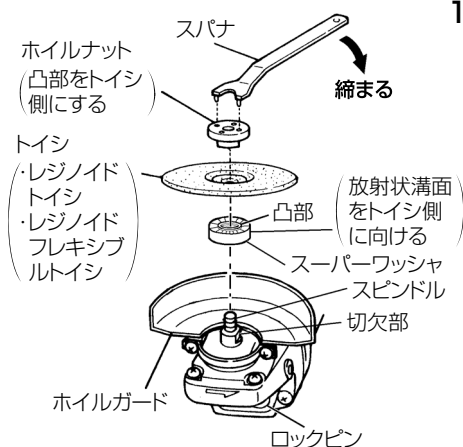

図 5
1. 取付け方 (図 5)
- (1) スピンドルを上に向けて本体を置きます。
- (2) スーパーワッシャの放射状溝面を上に向けて (ダイヤモンドホイール取付側に向けて)、スピンドルの切欠部に合わせて取付けます。
- (3) スーパーワッシャの凸部に合わせて、ダイヤモンドホイールを取付けます。
- (4) ダイヤモンドホイールの上からホイールナットの凸部を上に向けて、スピンドルに取付けます。
- (5) ロックピンを押して (図 5 参照)、スピンドル軸を固定し、スパナでダイヤモンドホイールを十分に締付けます。